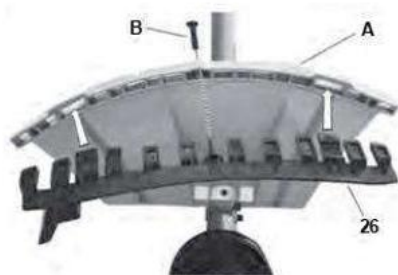

Рисунок 13
а) При использовании головки для нейлоновой лески всегда необходимо устанавливать дополнительный защитный кожух с ножом-ограничителем длины лески (рис.13, 14):
– Закрепите дополнительный защитный кожух **26** винтом **В** (рис.13).
- Открутите винт **В** (рис.13);